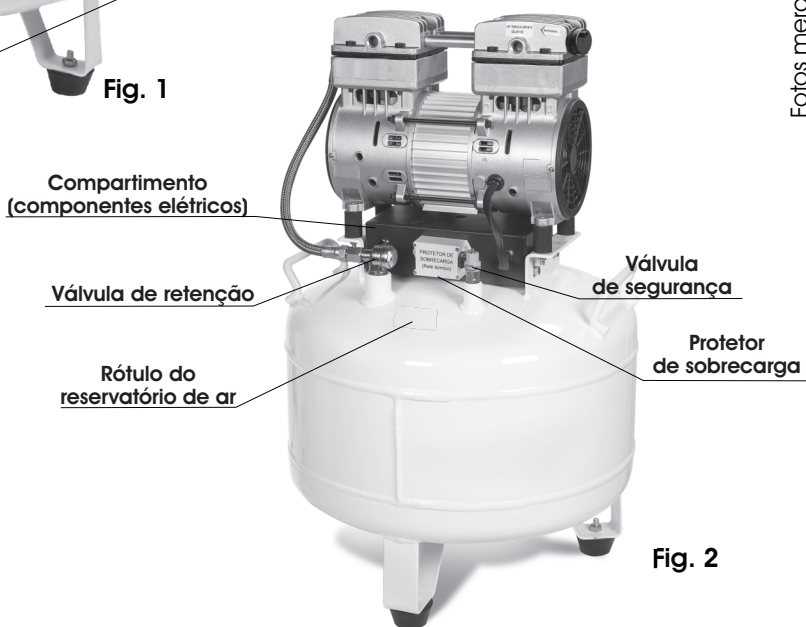

Fig. 2
- ▶ **VÁLVULA DE SEGURANÇA** - Válvula que entra em funcionamento para a liberação de pressão caso haja falha do pressostato (Fig. 2, pág. 8);
- ▶ **PROTETOR DE SOBRECARGA (relé térmico)** - Dispositivo externo de proteção contra superaquecimento do motor (Fig. 2, pág. 8). Em caso de acionamento do sistema, aguarde até que o motor esfrie e rearme o protetor de sobrecarga apertando o botão na sua lateral. Caso o motor não volta a funcionar, consulte "Rede de Assistência Técnica Autorizada" (Pág. 15).
A CADA 5 ANOS	Observe no rótulo do reservatório de ar (Fig. 2, pág. 8) a necessidade de exames e teste hidrostático obrigatórios a partir de 5 anos e que devem ser realizados por profissional habilitado (engenheiro responsável).